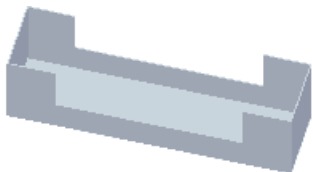
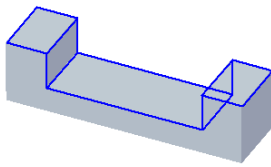

图 8.13.74 薄壁特征 1
图 8.13.75 选取移除面
Step6. 创建图 8.13.74 所示的薄壁特征 1。
(1) 选择命令。单击“主页”功能选项卡“实体”区域中的薄壁按钮。
(2) 定义薄壁厚度。在命令条中同一厚度: 文本框中输入值 2, 单击“向内偏置”按钮.
(3) 定义移除面。在系统提示下, 选取图 8.13.75 所示的 5 个面为要移除的面, 然后单击右键。
(4) 在命令条中单击预览按钮显示其结果, 并单击完成按钮, 完成特征的创建。